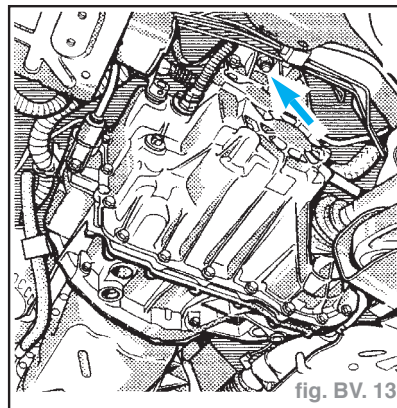

fig. BV. 13
- Enlever la vis de fixation de la suspension pendulaire sur son tampon (fig. BV. 13).